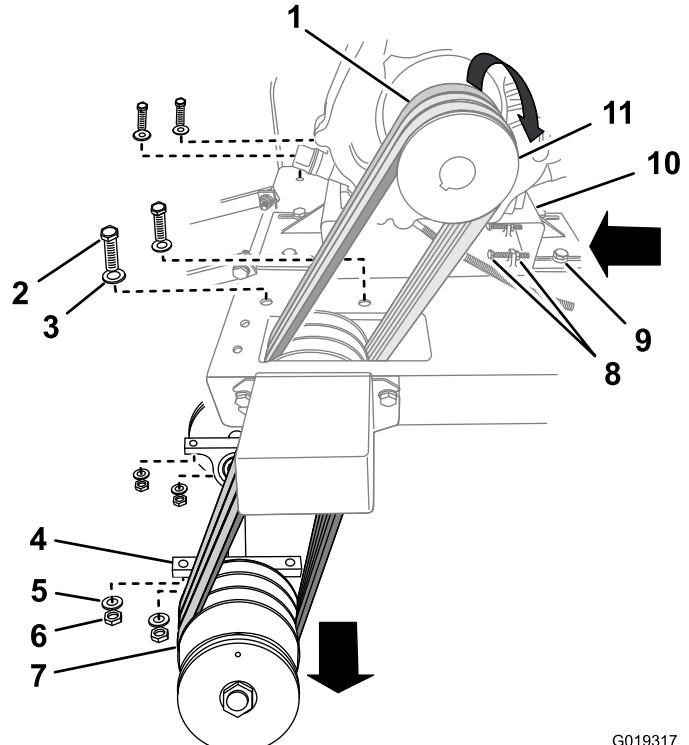

Figure 56
- A. Soutenez l'arbre de lame, et déposez les boulons, rondelles et écrous qui fixent les paliers de l'arbre au bas de la base de la machine (Figure 56).
- 7-B. Glissez les courroies par-dessus la poulie de l'arbre d'entraînement (Figure 56).
- C. Déposez l'arbre et les courroies de la base de la machine (Figure 56).
- A. Alignez les courroies neuves (ou une combinaison de courroies neuves et réparables) sur la poulie d'arbre (Figure 56).
- B. En passant sous la base de la machine, acheminez les courroies dans l'ouverture de la poulie d'arbre et alignez les paliers d'arbre sur les trous de fixation dans la base (Figure 56).
- D. Glissez les courroies par-dessus la poulie de l'arbre d'entraînement (Figure 56).